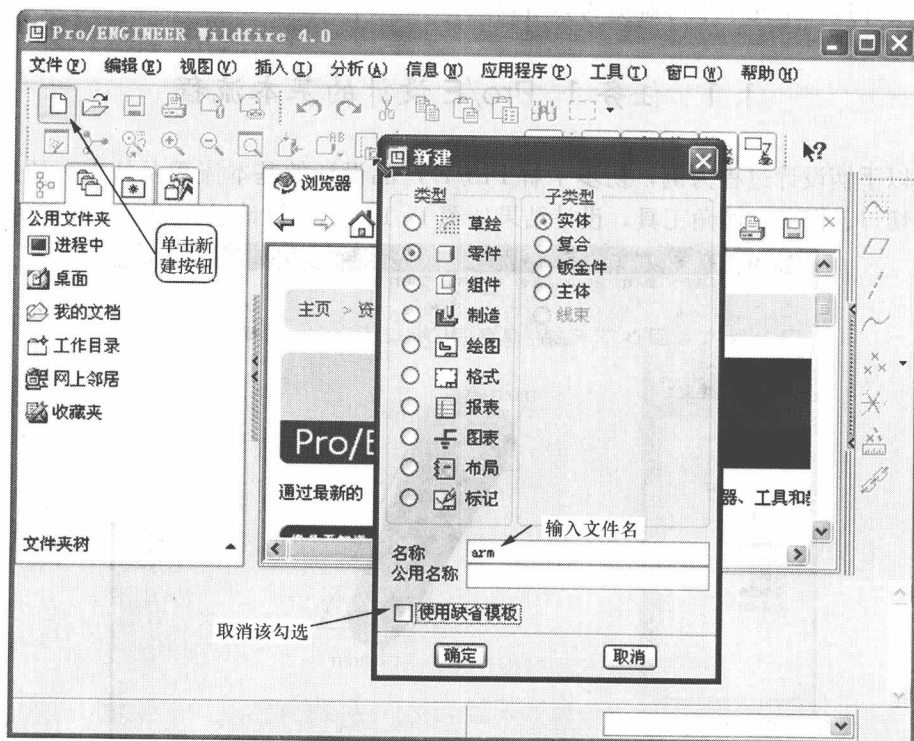
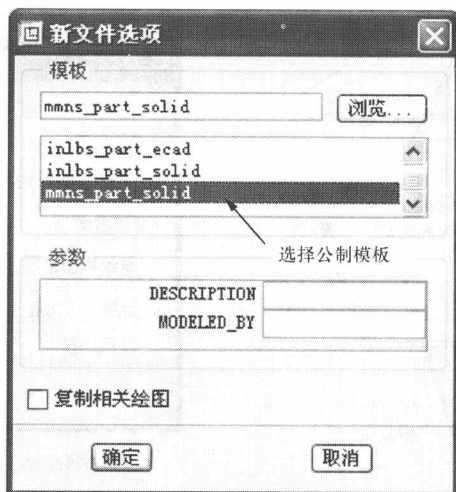
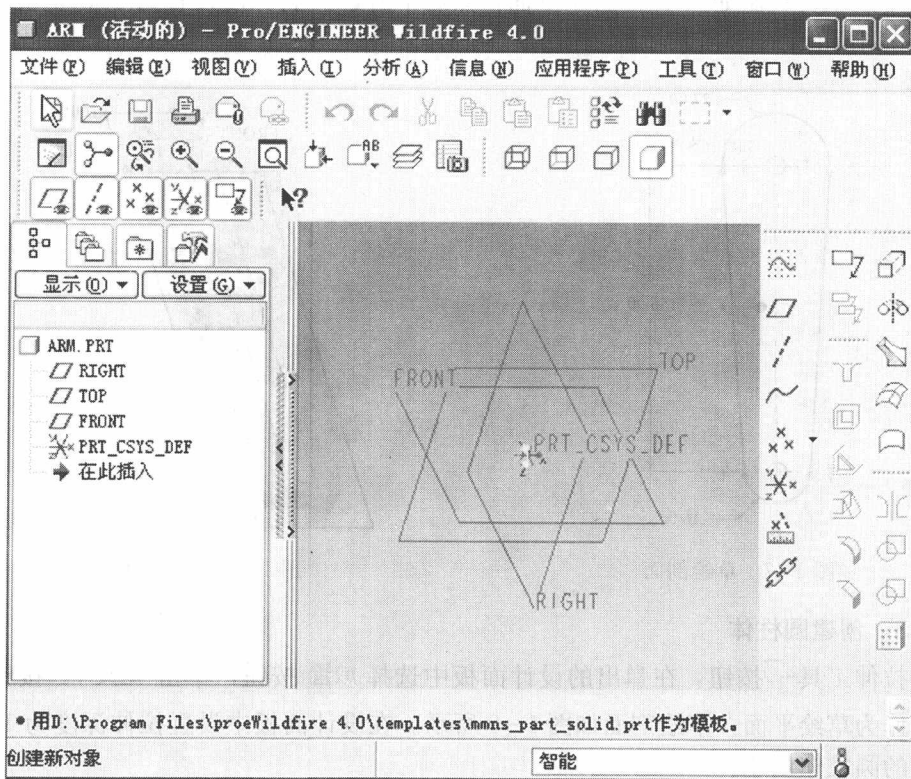

图 1-3 建立手柄文件
图 1-4 选择公制模板
图 1-5 零件设计界面
单击工具栏创建新文件图标, 在弹出的新建面板中输入零件名称 arm, 将“使用缺省模板”前的勾选取消, 单击 **确定**, 如图 1-3 所示。选择制式模板, 如图 1-4 所示。进入零件设计界面, 如图 1-5 所示。
选择“文件”菜单中的“新建”命令, 或单击工具栏中的按钮, 系统弹出如图 1-3 所示“新建”对话框, 该对话框包含要建立的文件类型及其子类型。
(2) 子类型。在“新建”对话框右边栏中列出了相应模块功能的子模块类型。
(3) 名称。选择要创建的文件类型和子类型后, 输入文件名。
(4) 使用缺省模板。取消对复选框的勾选, 单击 **确定** 按钮后将弹出“新文件选项”对话框, 在该对话框中可以设置新文件的模板, 一般使用 mmns_part_solid (公制单位), 如图 1-4 所示。